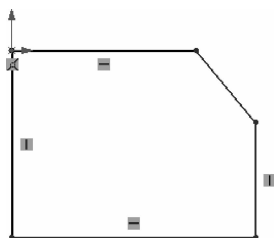

图 1-35 基体零件模型草图
- (1) 单击【新建】按钮,在打开的【新建 SOLIDWORKS 文件】对话框中双击【零件】图标。
- (2) 在【特征管理器设计树】选项卡中选择【前视基准面】,单击【草图】按钮,进入草图绘制模式。
- (3) 大致绘制草图。
- ① 单击【直线】按钮,绘制基本图形,如图 1-35 所示。